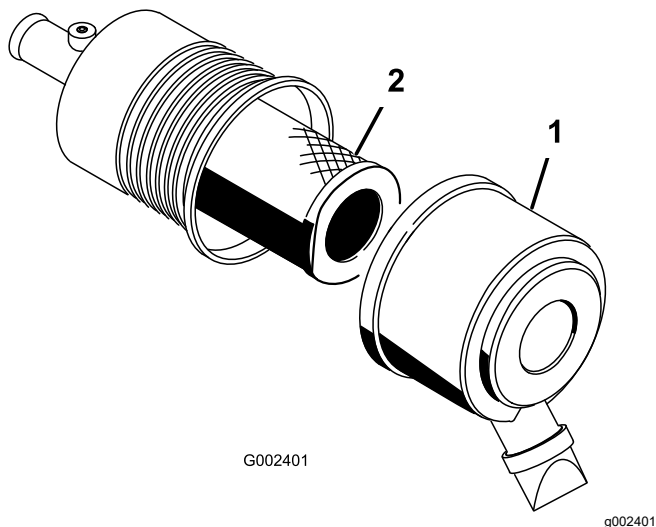

図 54
1. エアクリーナのカバーをボディーに固定しているラッチを外す 図 54。
2. エアクリーナのボディーからカバーを外す(図 54)。
4. フィルタを取り外して交換する(図 54)。